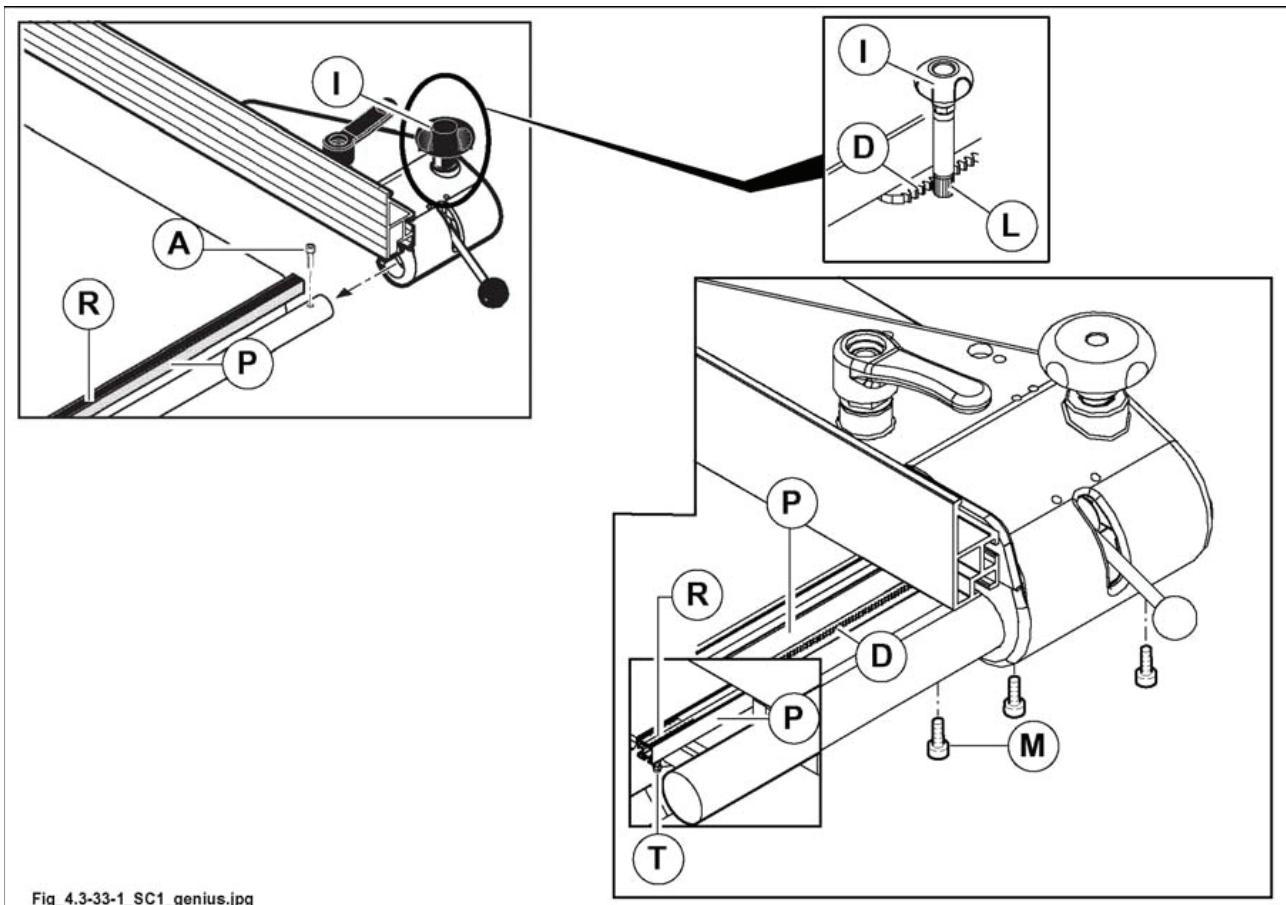

Рис. 4.3-33-1
- опустить ручку (I рис. 4.3-33-1), подать зубчатую рейку до упора в стержень (L рис. 4.3-33-1) и затянуть винты (М рис. 4.3-33-1).